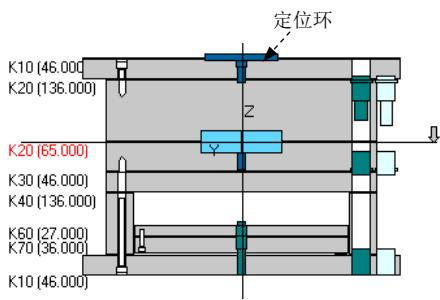
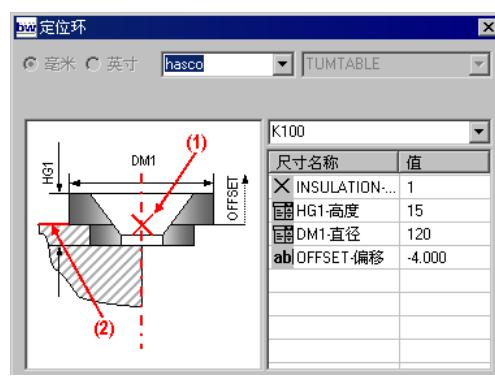

图 30.23 定义定位环
图 30.24 “定位环”对话框
Step2. 定义定位环。在“模架定义”对话框中右击图 30.23 所示的定位环，此时系统弹出图 30.24 所示的“定位环”对话框。在 HG1 高度 下拉列表中选择数值 15，然后单击 按钮。